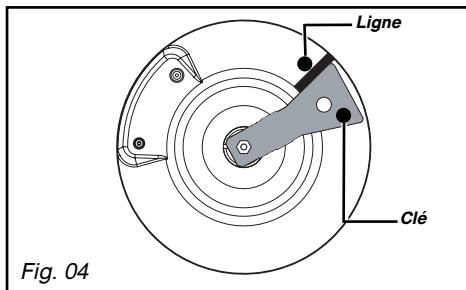

Fig. 04
- Tournez la clé dans le sens des aiguilles d'une montre jusqu'à ce que la ligne apparaisse de l'autre côté (Fig. 04).